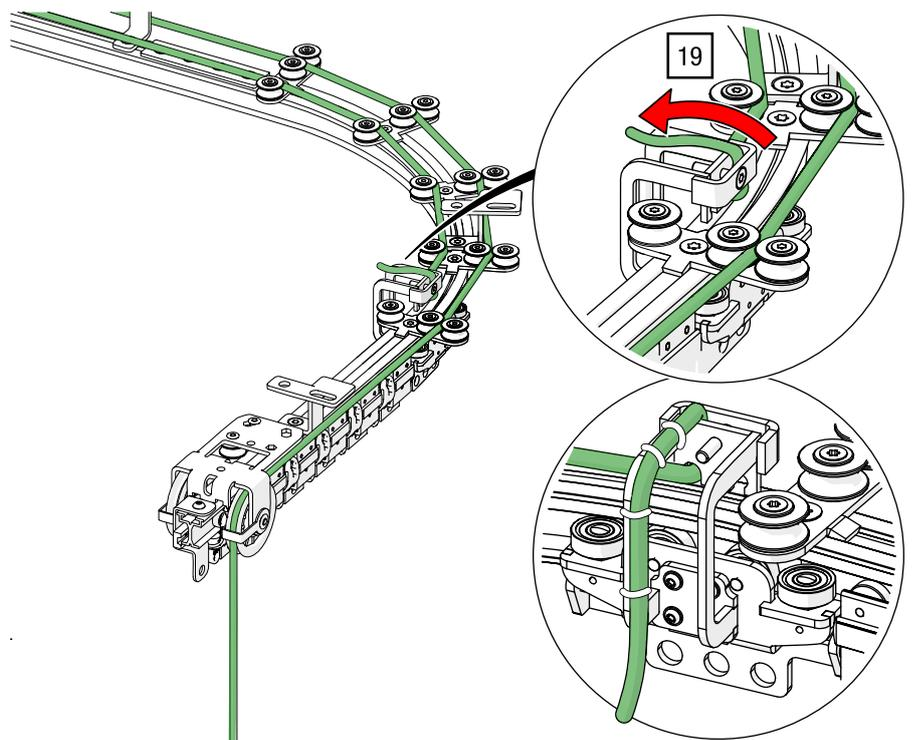

Abb. 99 Obenliegende Seilführung – Seilende einseitig in Zugwagen einführen
19. Fädeln Sie das Seilende einseitig in die Klemmvorrichtung am Zugwagen ein und sichern Sie es am Blech an mehreren Positionen mit vier Kabelbindern (siehe Abb. 99).